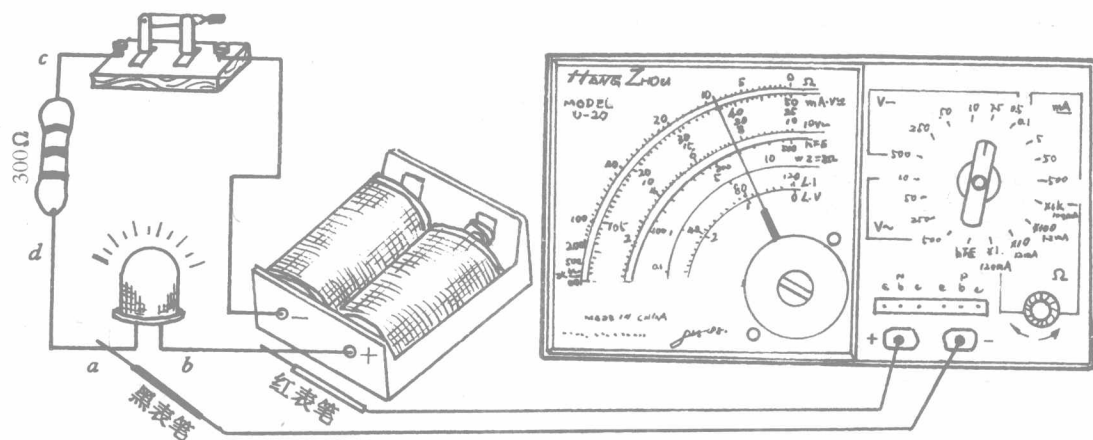

图 1-1-5
(2) 测发光二极管两端电压。
① 将万用表转换开关旋到直流电压挡 (DC 2.5 V)。
② 如图 1-1-5，将万用表红表笔接发光二极管连电池正极的那端 (图中 b)。
③ 如图 1-1-5，将万用表黑表笔接发光二极管另一端 (图中 a)。读取数据，并作观测记录____V。